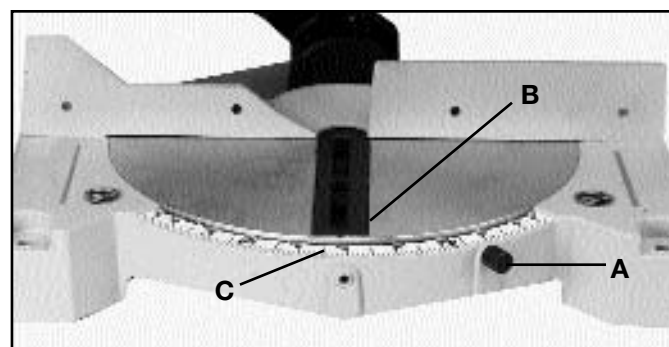

Fig. 13
Su sierra de ingletes cortará cualquier ángulo desde un corte derecho de 90 grados hasta 45 grados de derecha a izquierda. Sencillamente afloje la perilla de cierre de la mesa (A) Fig. 13, y haciendo uso de la agarradera del interruptor como sostén, gire el brazo de corte hasta que el indicador (B) quede alineado con la fijación deseada en la escala de ingletes (C). Apriete entonces la perilla de cierre de la mesa (A).